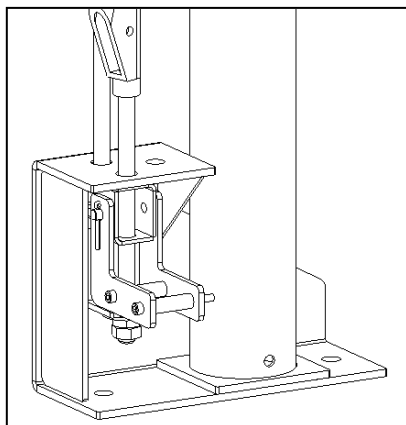

Figura 19: Dispositivo de teste montado no tirante inferior (posição armada para teste)
- 3º) Colocar o dispositivo de teste em um dos tirantes inferiores, conforme figura 19 e proceder com o teste. Com o dispositivo na posição indicada na figura suba a plataforma pelo comando hidráulico até que o cabo de aço estique e a arcada se afaste da trava de segurança 20 a 30 cm. Posicionar-se fora da caixa de corrida e segurando o puxador do dispositivo de teste puxe-o rapidamente para simular o rompimento do cabo de aço.